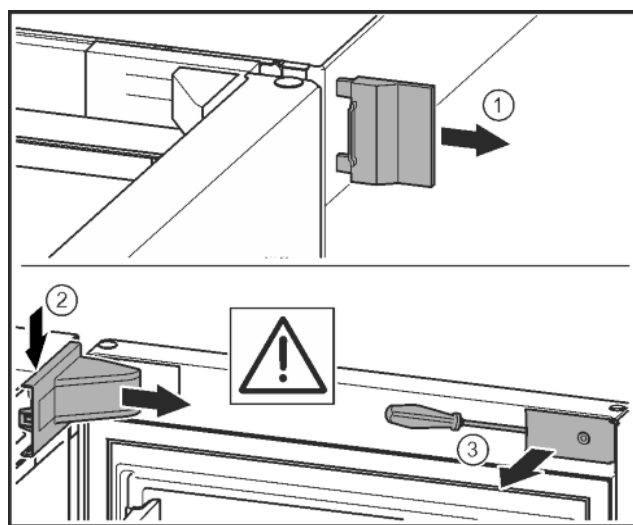

Fig. 8
- Zdjąć zewnętrzną osłonę. *Fig. 8 (1)*
- Wyczepić i poluzować osłonę płytki zawiasu. Zdjąć osłonę płytki zawiasu. *Fig. 8 (2)*
- Przy pomocy śrubokręta wyczepić zaślepkę i odchylić w bok. *Fig. 8 (3)*